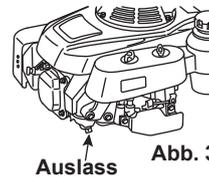

Abb. 34
2. Lassen Sie jegliches Benzin aus dem Kraftstofftank und dem Vergaser ab. (Siehe Abb. 34)